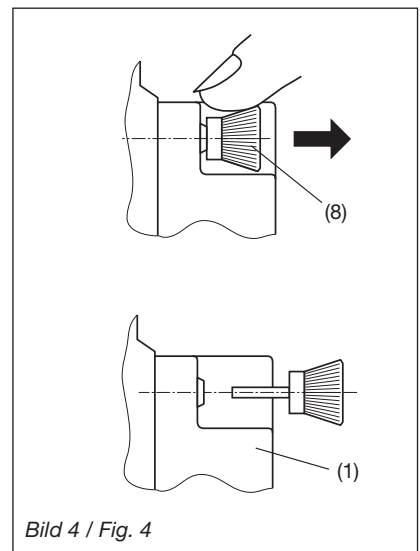

Bild 4 / Fig. 4
Zum Demontieren den gerändelten Kopf (6) der Kunststoff-Spreiznieten mit den Fingern herausziehen (Bild 4). Das Erweiterungs-Modul (1) lässt sich jetzt abnehmen.
To release the module, pull out the plastic clips by the knurled knob (6) with the fingers (fig 4). The extension module (1) can now be removed.